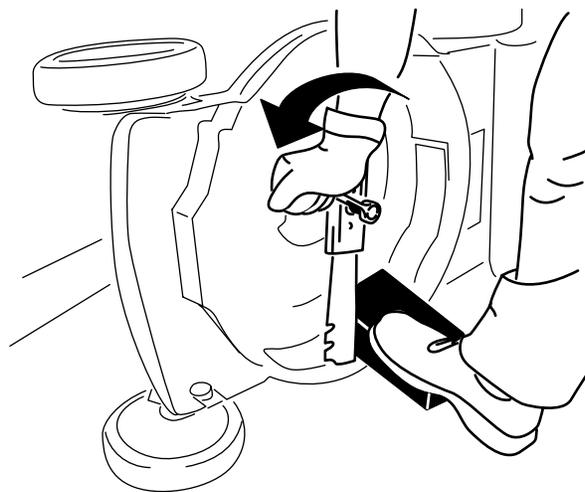

Figura 23
2. Usate un blocco di legno per tenere ferma la lama (Figura 23).
3. Togliete la lama e conservate la bulloneria di montaggio (Figura 23).